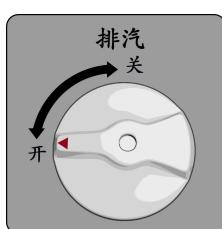

图 17
- (1) 灭菌倒计时结束，机器进入需要排气状态。选择常规模式需手动将下排气阀（图 17）开至最大，可使机器快速排气降温。选择自动排气模式待灭菌倒计时结束，机器进入自动排气状态。排气电磁阀自动开启，排气风扇开始工作，若之前已选择快速冷却功能，此时快速冷却风扇也将开始工作，可使机器快速排气降温。